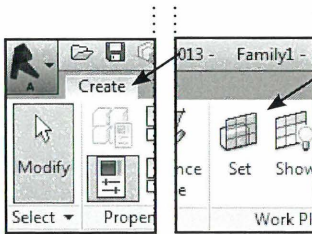

Fig. 08.24. Create - Set.
- Klik *Create - Set* (Fig. 08.24).